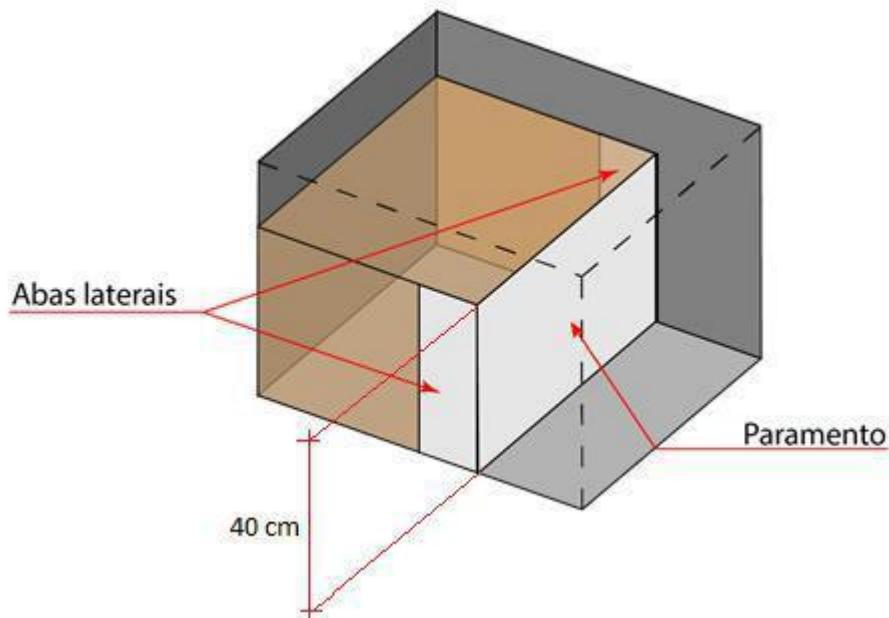

Figura 2 - Desenho esquemático representando a altura do paramento. Tiras e faces das caixas não representadas.
- **A estrutura deverá possuir altura de 40 cm**, sendo passível de penalidades em caso de não cumprimento desta especificação (vide Figura 2);